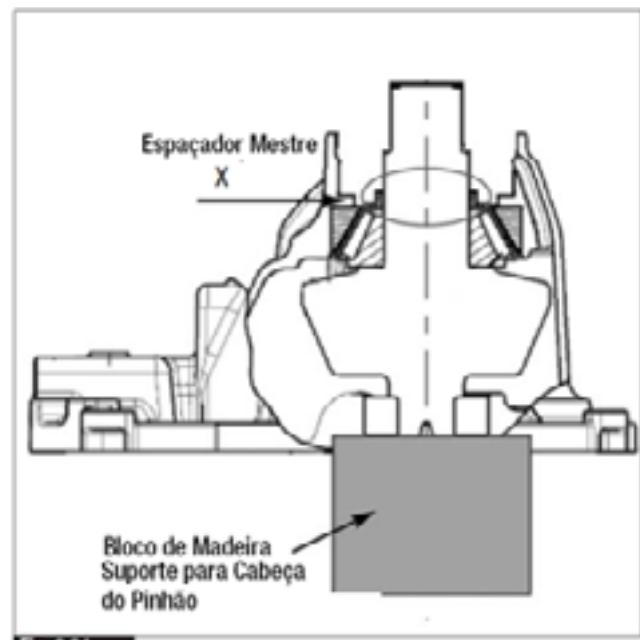

Fig. 2.24
9. Usando uma ferramenta (MST4804), prense o cone do rolamento externo na haste do pinhão firmemente contra o espaçador mestre (Fig. 2.24) usando uma prensa de 6 a 8 toneladas.